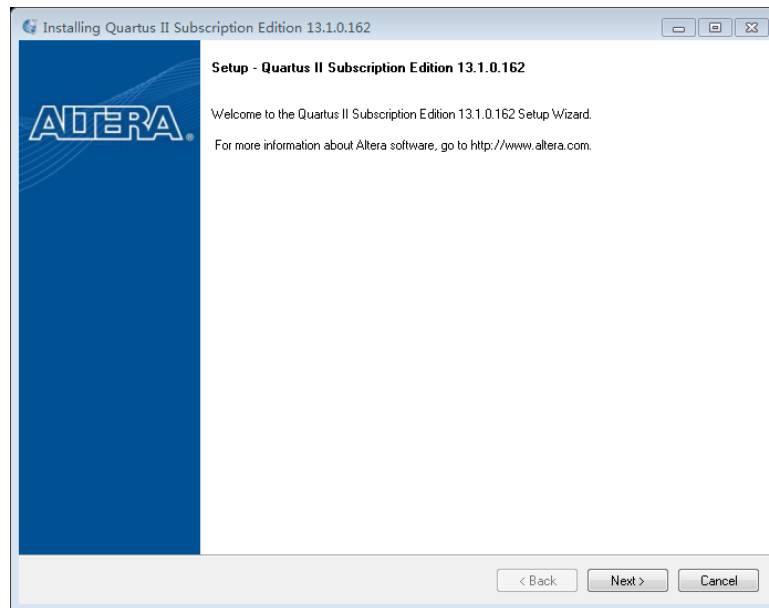

图 1-1 开始安装 Quartus II 13.1 向导第 1 个页面
1. 双击  **QuartusSetup-13.1.0.162.exe** 开始 Quartus II 13.1 的安装，如图 1-1 所示。